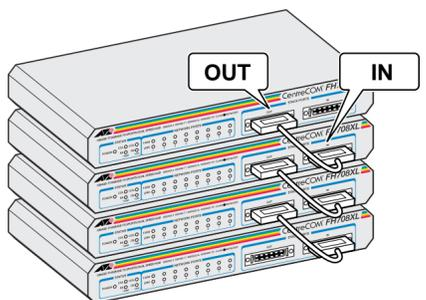

図5 スタック接続のしかた
2. 専用のスタックケーブルで、図5のように、本体前面スタックポートの「OUT」と「IN」を接続します。(最上位のFH708XL/FH716XLは「OUT」のみ、最下位のFH708XL/FH716XLは「IN」のみが接続されているようにします。)